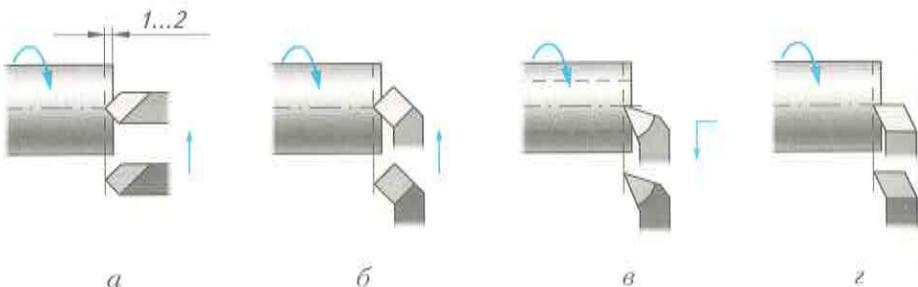

Рис. 54. Подрезание торцов резцами: *а–в* – проходными; *г* – подрезным
После обтачивания наружных цилиндрических поверхностей часто выполняют подрезание торца заготовки. Для этого применяют различные резцы. При подрезании торца проходными резцами (рис. 54, *а–в*) или подрезным резцом (рис. 54, *г*) его подводят до соприкосновения с торцом. Затем резец отводят на себя и перемещают каретку на 1...2 мм влево (т. е. устанавливают глубину резания 1...2 мм). Поперечным перемещением резца снимают с торца слой металла. Переместить каретку на 1...2 мм или любую другую величину можно с помощью лимба продольной подачи. Цена деления этого лимба  $l_{\text{пр}} = 0,5 \text{ мм}$ , поэтому количество делений, на которое требуется повернуть лимб, определяют по формуле:  $a_{\text{пр}} = l : l_{\text{пр}}$ , где  $l$  – необходимая длина перемещения каретки. Если на торце детали есть отверстие, то подрезку торца можно проводить от центра детали при подаче резца на себя (см. рис. 54, *в*).
2. Включите станок и подрежьте торец заготовки (см. рис. 54) с помощью поперечной подачи резца. Выключите станок, снимите деталь, закрепите её в тисках и зачистите получившийся в центре торца уступ. Проверьте прямолинейность торца, приложив к нему линейку.